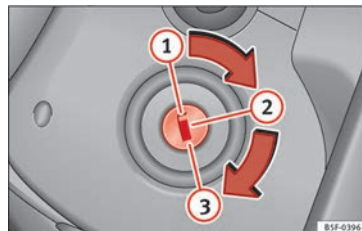

Fig. 198 Bilnøglen positioner
Bilnøgle »» Fig. 198
Bilnøgle » Fig. 198
3.	Kun biler med dieselmotor: Drej nøglen til position » Fig. 198 ② i tændingslåsen for at forgælde. I kombiinstrumentet lyser kontrol-lampen øø.